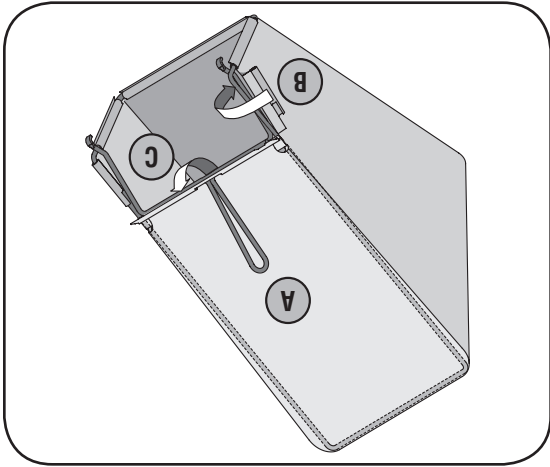

Figure 5
5. Enfoncez les taquets des attache-câbles dans les trous aménagés dans le guidon inférieur. Serrez l'attache-câble et coupez le surplus. Voir la Figure 5.